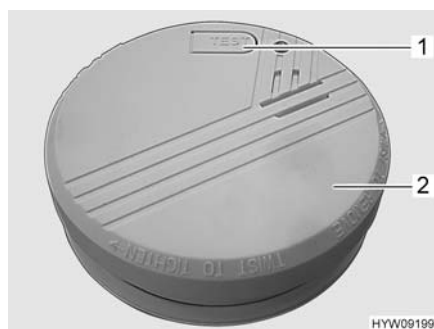

Fig. 61 Rivelatore di fumo
- Premere il tasto di controllo (Fig. 61,1) sul rivelatore di fumo (Fig. 61,2) finché non viene emesso il segnale di allarme. Il segnale di allarme si tacita rilasciando il tasto di controllo.